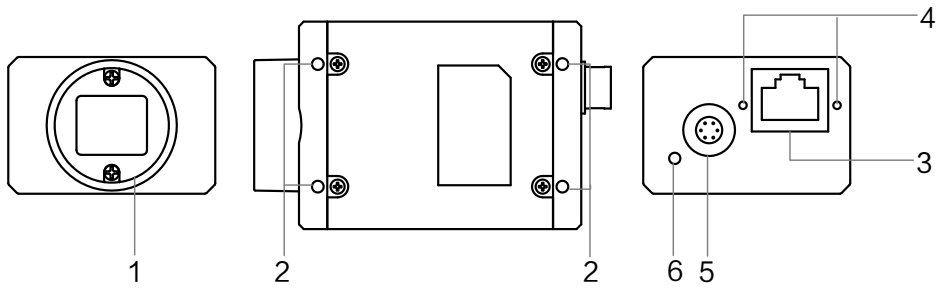

图4-3 29 mm×44 mm×59 mm
- 图 4-3 尺寸 29 mm×44 mm×59 mm 的千兆网口面阵相机外观。
- 29 mm × 44 mm × 59 mm (图 4-3)